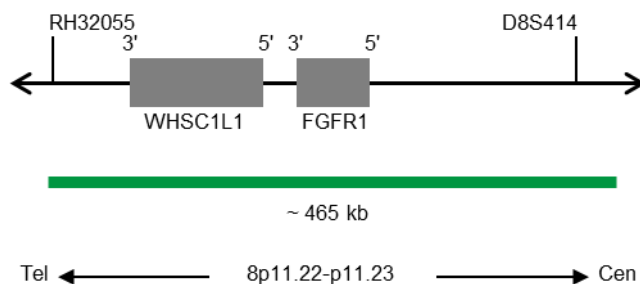

Fig. 1. SPEC FGFR1 Mapa de la sonda (no está a escala)
- Polinucleótidos marcados en verde (excitación a 503 nm/emisión a 528 nm) ZyGreen (~10 ng/ μ l), dirigidos a secuencias localizadas en 8p11.22-p11.23* (chr8:38,063,906-38,527,745) que albergan la región del gen FGFR1 (ver Fig. 1).